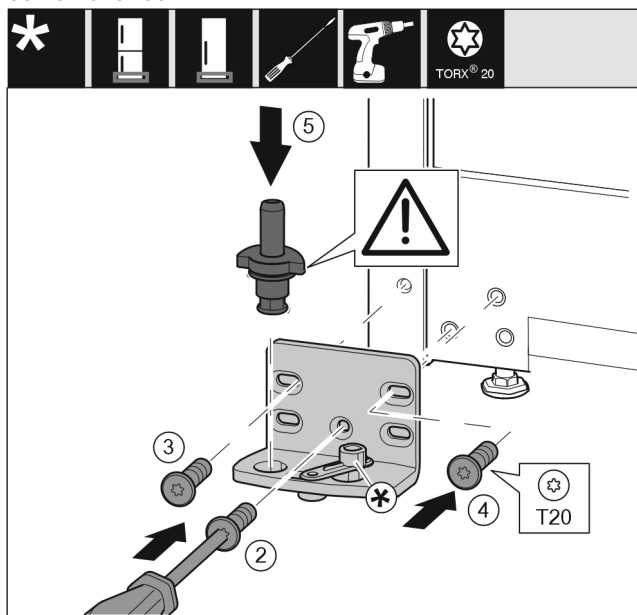

Fig. 17
- Sätt in lagerbocken på den andra sidan och skruva fast med hjälp av en skruvmejsel. Börja med skruven Fig. 17 (2) nere i mitten.
- Dra åt skruv Fig. 17 (3) och skruv Fig. 17 (4).
- Sätt in lagerbulten Fig. 17 (5) helt. Se till att låskammen riktas bakåt.